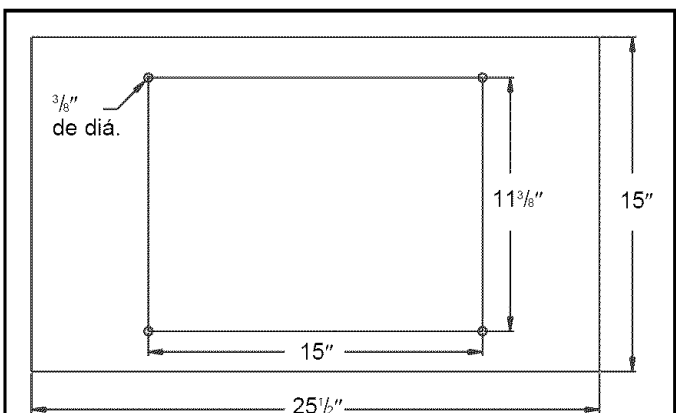

Figura 8 – Dimensiones de la Base y de Montaje
- La Figura 8 muestra las dimensiones de la base y las dimensiones de los orificios de montaje de la cepilladora.